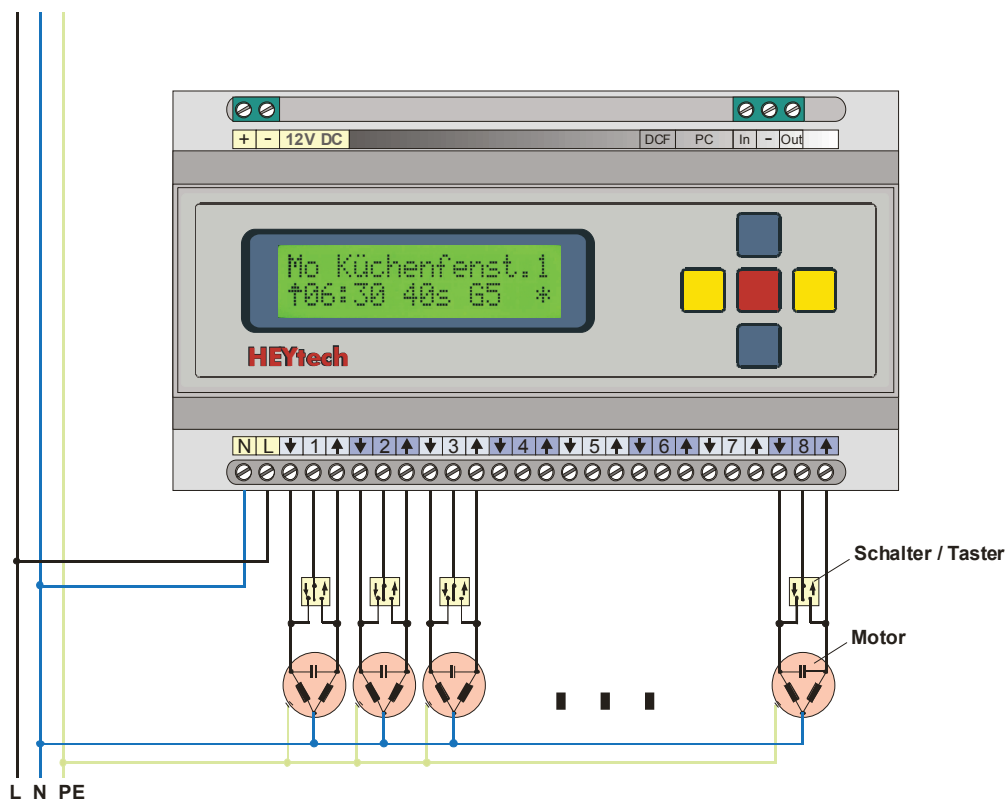

Abbildung 2: Motoren und Bedienschalter
- Die in den Abb. 2 und 3 (s. oben) dargestellten Anschlussklemmen 1, 2, ..., 8 führen keine Dauerphase. Der Anschluss der Bedienschalter muss exakt in der dargestellten Weise erfolgen.
Der Anschluss der 230V-Motoren an eine Extension-Box erfolgt in gleicher Weise, wie bei der Steuerung (vgl. Abb. 2 und 3).